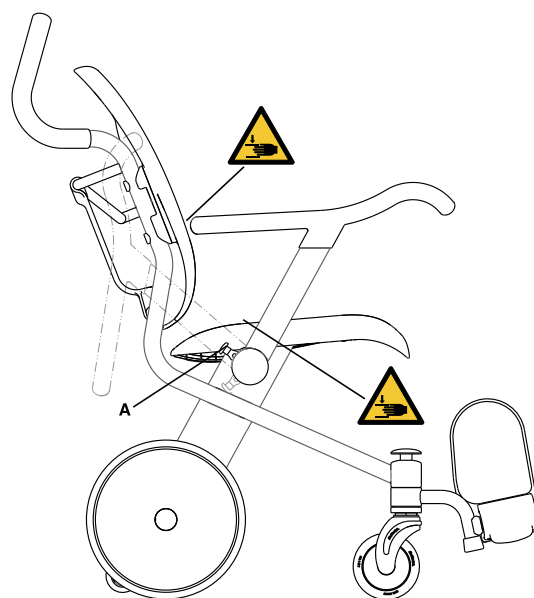

Figure 2-11 : Points de pincement lors du relevage ou de l'abaissement des accoudoirs
**Pour relever les accoudoirs relevables (en position arrière),** tirer le bouton de déblocage des accoudoirs jaune (A) vers l'extérieur et relever les accoudoirs jusqu'à ce qu'ils atteignent la butée (Figure 2-11 à la page 2-21).
**Pour abaisser les accoudoirs relevables (en position avant),** s'assurer que l'occupant ne se trouve pas dans la trajectoire des accoudoirs. Abaisser les accoudoirs relevables dans la position avant jusqu'à ce qu'ils se verrouillent solidement (Figure 2-11 à la page 2-21).